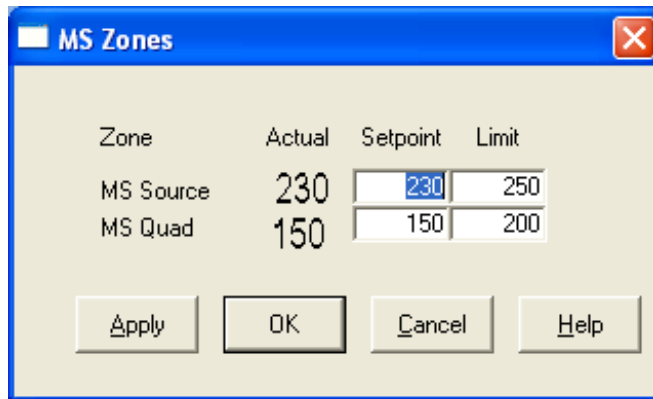

Figure 15 Configuration des températures
- 2 Sélectionner **Temperatures** dans le menu des paramètres supplémentaires **MoreParams** (Figure 15).